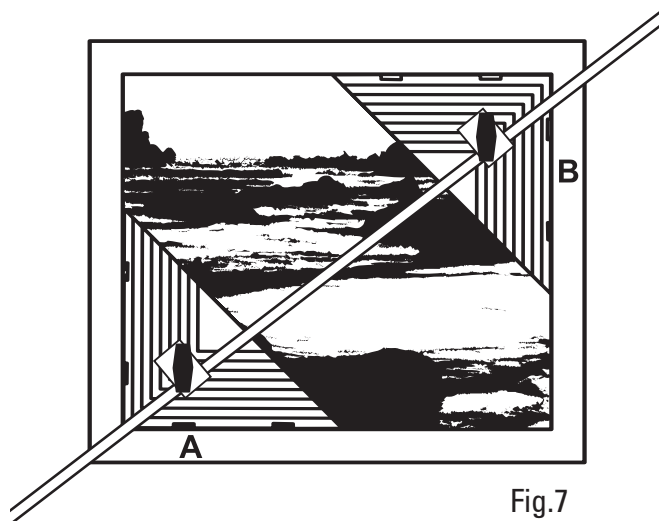

Fig.7
(Fig. 7)
Schritt 1 - Lösen Sie die Einstellknöpfe an beiden Ausrichtungsdreiecken, schieben Sie Dreieck A in die linke untere Ecke des zu rahmenden Bildes und ziehen Sie den Knopf fest. (Abb. 7)
Procedura 1 - allentare le manopole di regolazione su entrambi i triangoli di allineamento e far scorrere il triangolo A nell'angolo inferiore sinistro della fotografia da incorniciare, quindi serrare la manopola (Fig. 7).
Paso 1: afloje los botones de ajuste en ambos triángulos de alineación y deslice el Triángulo A hacia la esquina inferior izquierda de la imagen que se enmarcará y ajuste el botón. (Fig. 7)